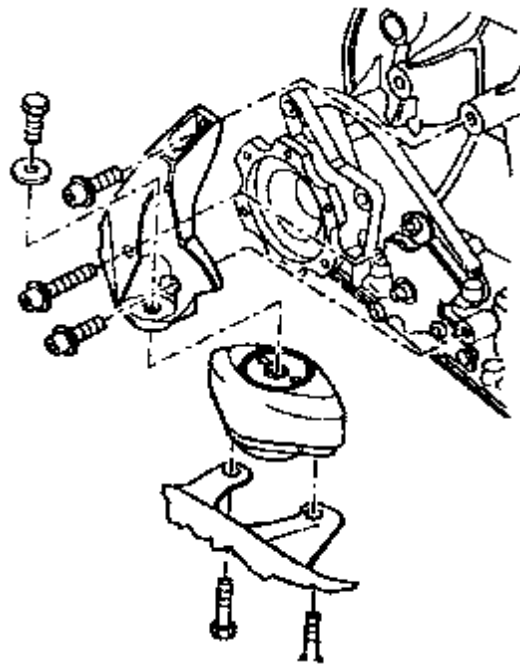

图 8-58 拆卸变速箱左支承
(3) 如图 8-58 所示，把带变速箱轴承的变速箱左支承整个拆下。